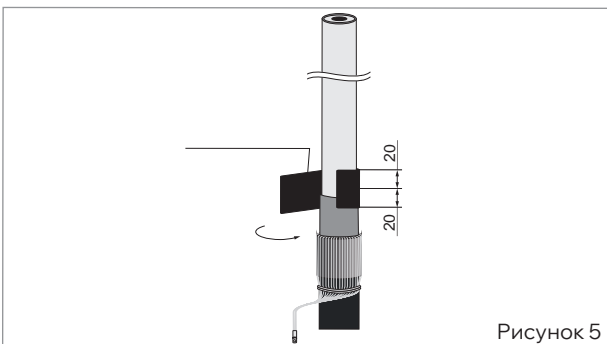

Рисунок 5
- Плотнo намотать ленту герметика с заходом по 20 мм на ступень полупроводящего экрана и на поверхность полиэтиленовой изоляции, обжать рукой (рис. 5).